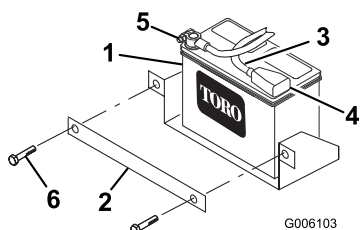

Bild 5
9. Schieben Sie die Batterie in die Maschine und befestigen Sie diese mit der vorher abgenommenen Klemme und den Befestigungen (Bild 5).
10. Schließen Sie das Pluskabel (rot) mit der mit der Batterie mitgelieferten Schraube und Mutter am (+) Pluspol an (Bild 5). Schieben Sie die Gummiabdeckung über den Batteriepol.
11. Schließen Sie das Minuskabel (rot) mit der mit der Batterie mitgelieferten Schraube und Mutter am (-) Minuspol an (Bild 5).